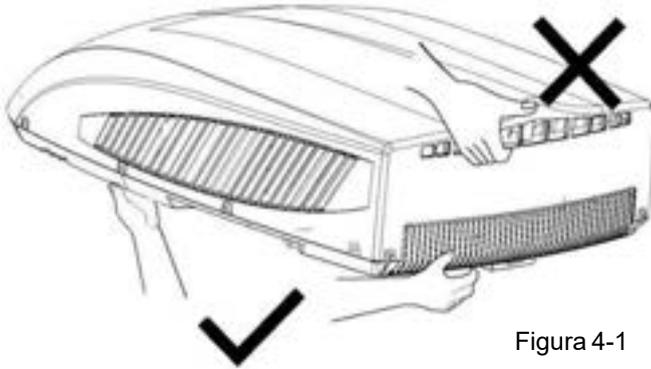

Figura 4-1
1) Quando si estrae l'unità esterna dopo averla disimballato, non sollevare la griglia di uscita dell'aria sul retro della custodia esterna (vedere Figura 4-1).